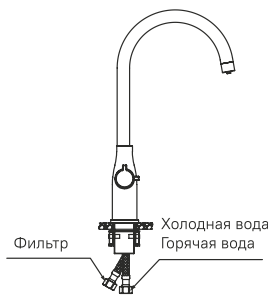

Рис. 2
2. Присоедините гибкую подводку и подводку для фильтрованной воды к смесителю (рис. 2).